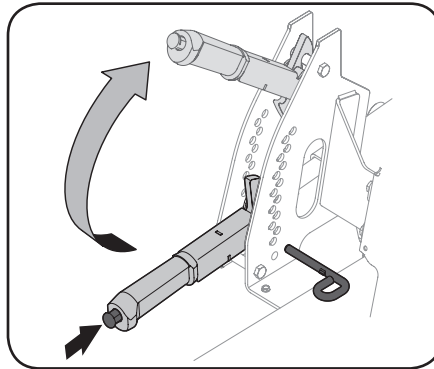

Figure 3-11
1. Pressez le bouton du levier de relevage du plateau de coupe (a), placez le levier à la plus haute position (position de transport), accrochez le crochet sur l'index de la hauteur du plateau de coupe (b), puis retirez la goupille (c). Voir Figure 3-11.